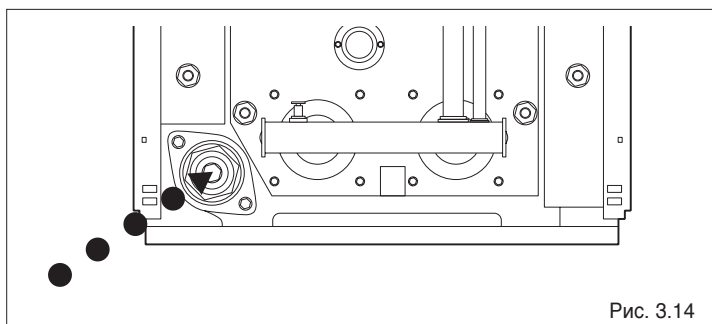

Рис. 3.14
- Присоедините резиновую трубку к штуцеру на сливном кране и откройте его (Рис. 3.14).